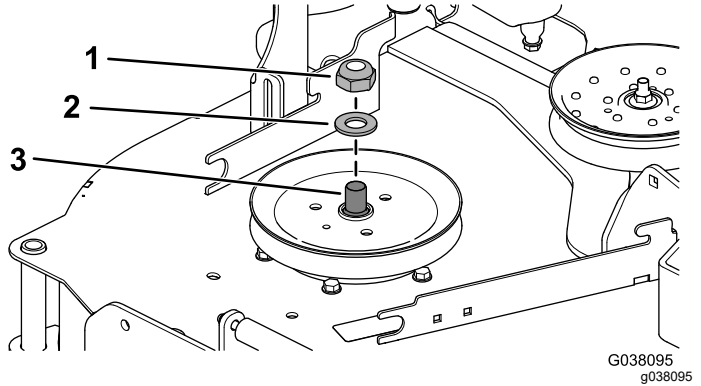

図 29
- スパナ1-1/2"でスピンドルシャフトを押えながら、ロックナット3/4"とワッシャをスピンドルシャフトから外す 図 29。